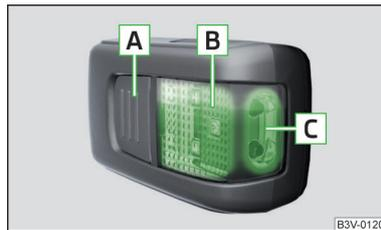

Fig. 143
Description de la lampe » fig. 143
- Appuyer sur le bouton **A** » fig. 143 - la lampe s'allume.
- Si vous n'éteignez pas la lampe et que celle-ci est correctement insérée dans son support, les diodes LED dans la partie avant **C** » fig. 143 de la lampe s'éteignent automatiquement.